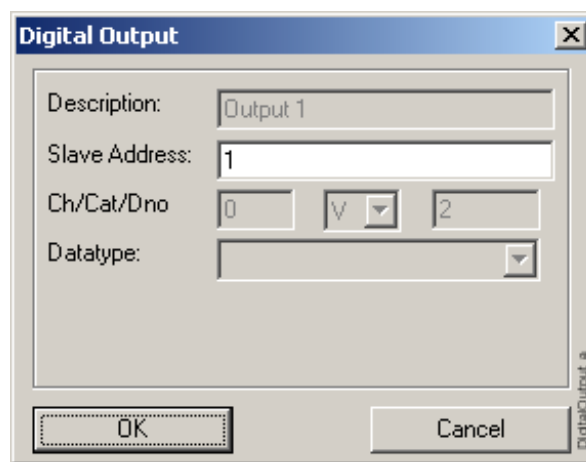

Bild 5.4.8.4.-1 Digital Output -Konfigurationsdialog
2. Ein Dialog wird geöffnet, indem Sie die Einstellungen des spezifischen Signals modifizieren können, sehen Sie Bild 5.4.8.4.-1. Die Felder, die Sie nicht konfigurieren können, sind gedämpft.